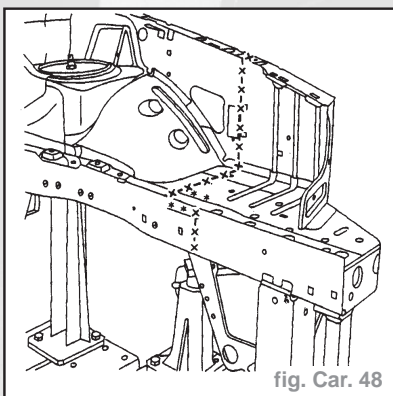

fig. Car. 48
- Tracer puis découper à l'aide d'une scie (fig. Car. 48) :